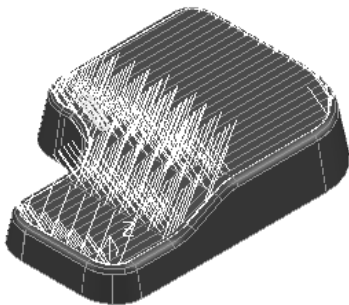

图 2-167 生成的刀具路径
5) 在“平行精加工”对话框中单击“应用”按钮和“接受”按钮，确定参数并退出对话框，生成的刀具路径如图 2-167 所示。